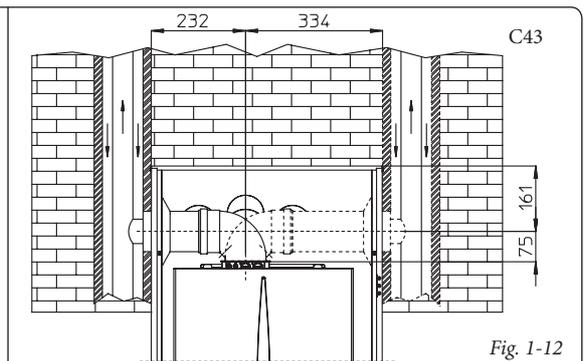

Fig. 1-12
- Applicazione con uscita laterale (Fig. 1-12). Utilizzando il solo kit orizzontale aspirazione-scarico, senza le apposite prolunghe, è possibile fare l'aspirazione dell'aria comburente e lo scarico dei fumi direttamente in una canna fumaria di tipo LAS indifferentemente a destra e a sinistra.